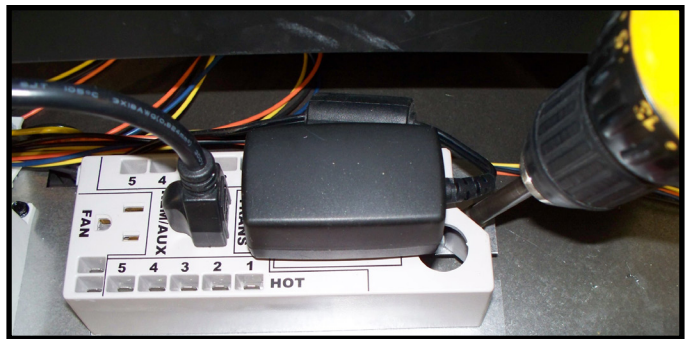

Figure 8.2 Détails de la boîte de jonction
2. Retirez la vis qui maintient la boîte de jonction au panneau du plateau de commande. Voir la figure 8.2.